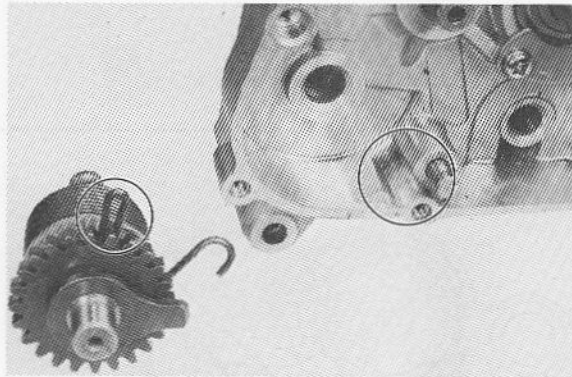

Fig. 3-4-12
3. Répéter les opérations (2) et (3) en dégradant de la 3ème en 2ème vitesse. Le jeu doit être égal à (3) ci-dessus. Changer l'ajustement en utilisant la vis comme requis.
4. Répéter l'opération (1).
Set the kick gear clip in the hole in the crankcase (R). (Figs. 3-4-12 and 3-4-13)
Caler le circlip de pignon de démarrage dans le trou du carter (R). (Figs. 3-4-12 et 3-4-13)